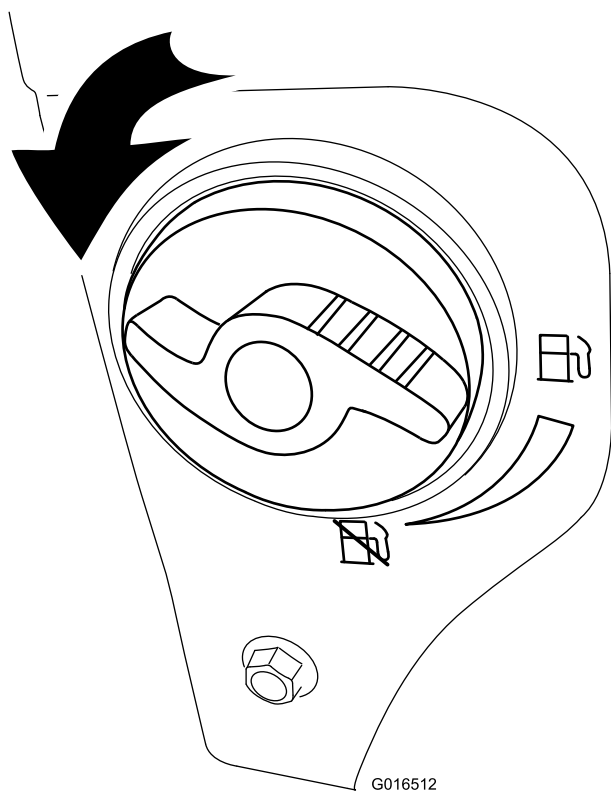

Figure 26
2. Ouvrez le robinet de carburant en le tournant de 1/4 de tour dans le sens antihoraire (Figure 26).